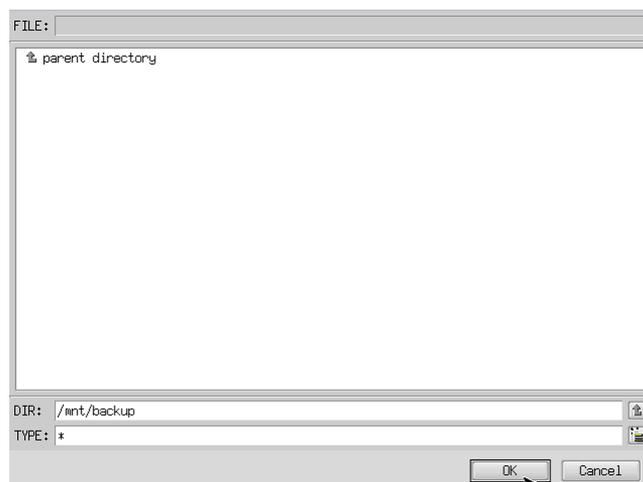

図 5-2-3-4. フォルダ参照画面
- ⑦ フォルダ選択画面（図 5-2-3-4）で指定したバックアップフォルダが入力されていることを確認します。[次へ] ボタンを押します。